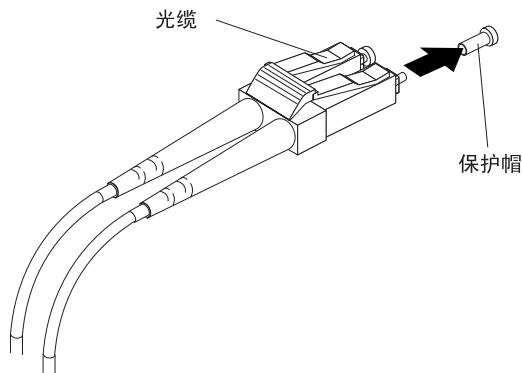

图 28. 卸下光缆保护帽
3. 从 LC-LC 电缆的一端卸下两个保护帽，如图 28 中所示。请妥善保管保护帽以供以后使用。